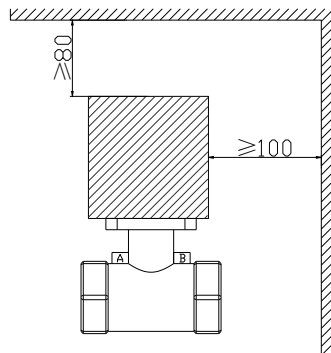

图 2
- 2. 阀体安装必须预留给执行器足够的拆装空间，如图 2，顶部距离执行器顶端不小于 80mm，左右两侧距离执行器不小于 100mm。